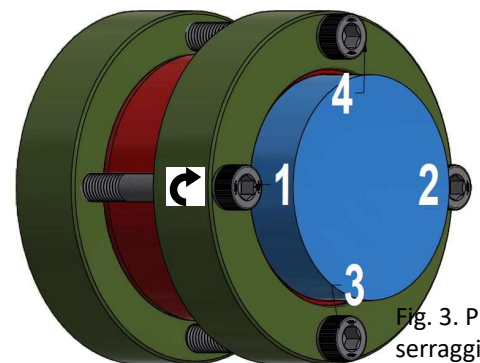

Fig. 3. Pre-serraggio.
- Avvitare manualmente tre/quattro viti equamente spaziate (fig. 3), assicurando il parallelismo degli anelli esterni; avvitare manualmente le viti restanti. Al termine di questo passaggio, gli alberi risulteranno leggermente bloccati.**